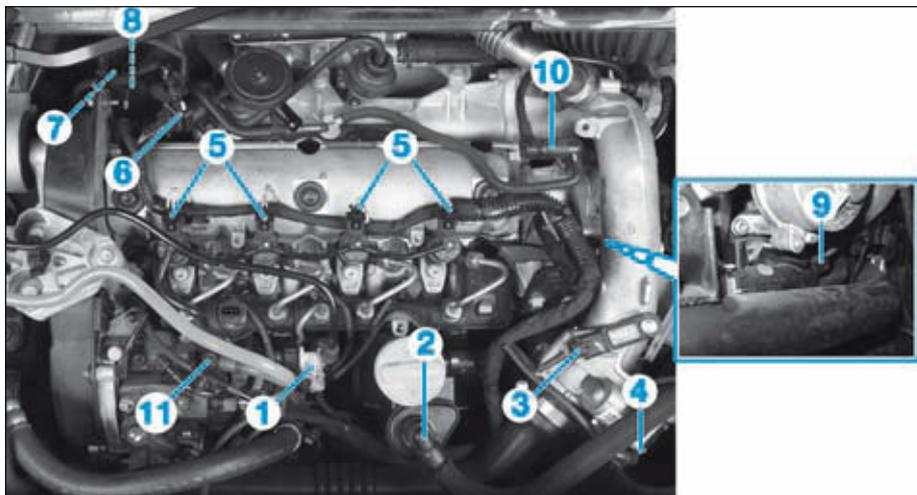

FIG.72
- le capteur de température de carburant (1) (Fig.72),
- le décanteur d'huile (2).